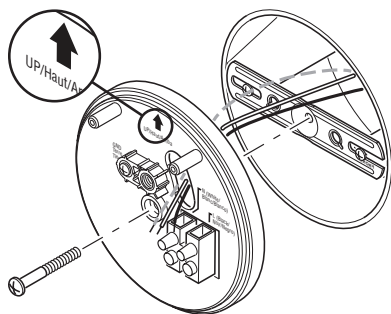

Figura 3
3. Pase los cables de la caja de conexiones por el agujero que está en la placa de montaje (vea la Figura 3).
4. Coloque la placa de montaje contra la caja de conexiones (vea la Figura 3).
5. Inserte el tornillo pequeño de montaje por el agujero de la placa de montaje situado debajo del agujero roscado. Enrosque el perno en el orificio central del soporte de montaje (ver Figura 3). Apriete el perno de forma segura.